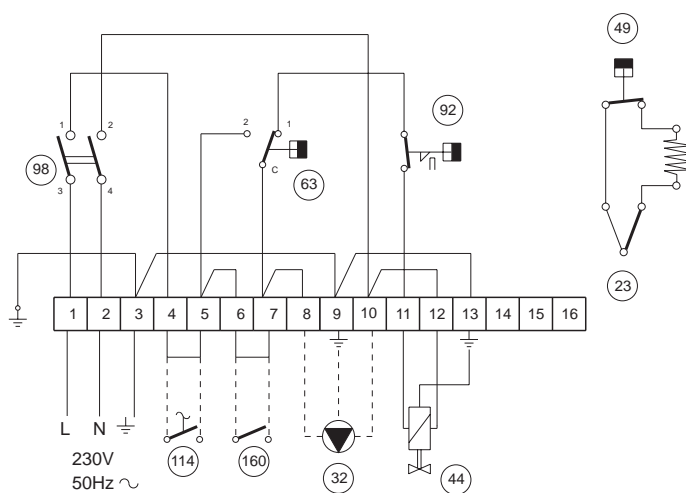

Рис. 3
3.01 Электрическое подключение (рис. 3)